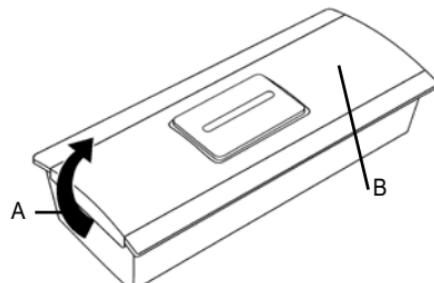

Bild 1: Samtalsknapp
- a) Ställ dörrklockeknappen på en arbetsyta, så att de båda vridaxlarna av den genomskinliga plastframsidan (bild 1 A och C) finns bak.
- g) Skruva försiktigt in den lilla skruven (position: bild 1 B) med en Phillips-skruvmejsel.